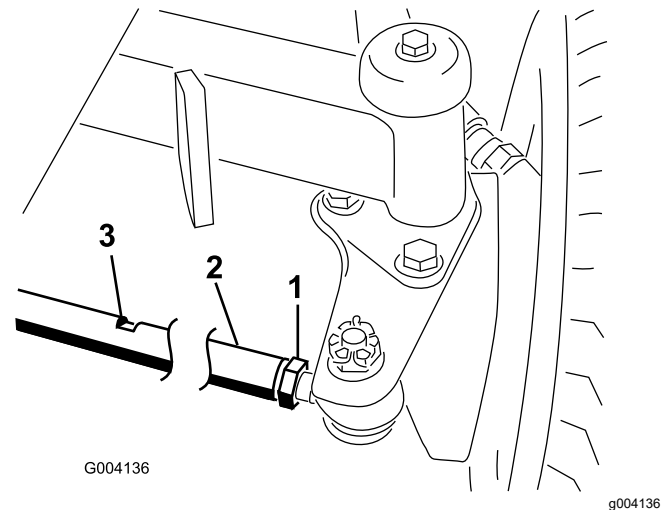

Figura 91
1. Afloje las contratuercas de ambos extremos del tirante (Figura 91).